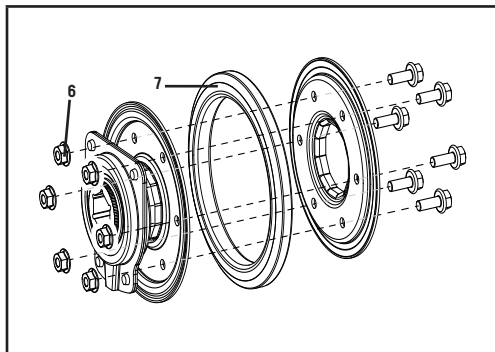

Figure 47
6. Dévissez les 6 boulons M6 x 16 (6) de l'assemblage du disque d'embrayage afin de jeter l'anneau en caoutchouc utilisé de la roue de friction (7) et de le remplacer par un anneau neuf. (figure 47).